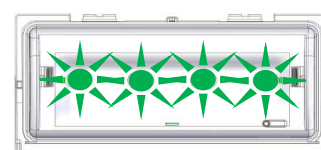

Fig.3 "Secours"
- Couper l'alimentation secteur de l'installation : *Les Leds passent en sécurité* (fig.3)
- Exécuter un ordre d'allumage via la télécommande : *Les Leds repassent en sécurité* (fig.3)